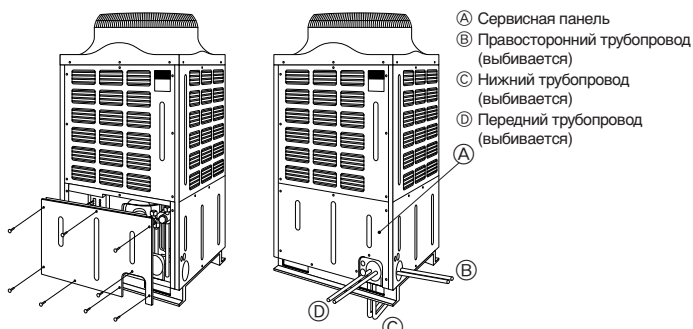

Fig. 5-4
5.3. Прокладка труб хладагента (Fig. 5-4)